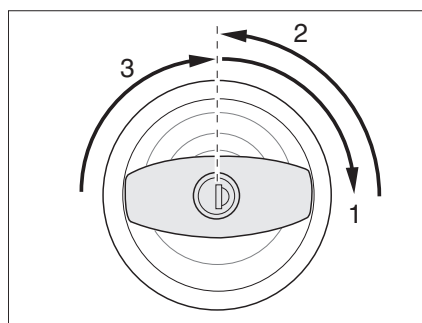

Fig. 18 Cerradura de la puerta de entrada, en el exterior, abrir
- Introducir la llave en el cilindro de cierre y girar en sentido de las agujas del reloj (Fig. 18,1) hasta que esté desbloqueada la cerradura de la puerta.
- Girar hacia atrás la llave a la posición central (Fig. 18,2) y extraerla.
- Girar el puño de la puerta en sentido de las agujas del reloj (Fig. 18,3), hasta que se desbloquee la cerradura de la puerta.